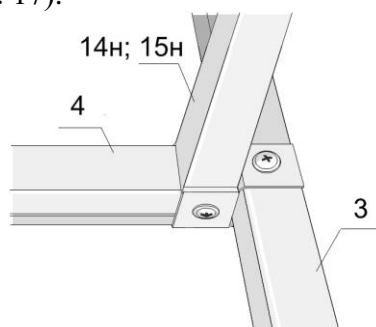
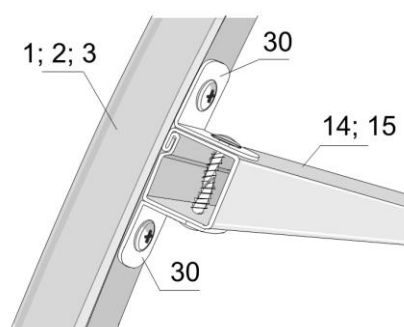

Рис. 18
Рис. 19
3.3.6. Положите каркас торца на ровный участок, поликарбонатом вниз (чтобы не испачкать и не повредить поликарбонат, используйте доски, картон упаковки и снятую упаковочную пленку ПК). К нижней обвязке торца №4 -5 присоедините нижние стрингера №14н (рис. 18). К торцевым дугам №1; №2 и №3 присоедините, саморезами 4,2x16 через уголки №30, стрингера №14 (рис. 19).